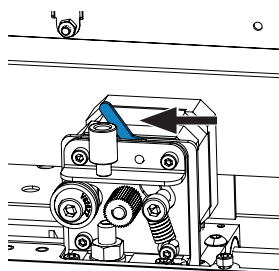

Fig. 25
- ⇒ Coloque la palanca de la parte superior de la extrusora hacia la izquierda (fig. 25).